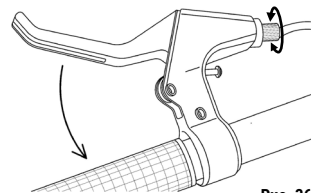

Рис. 36
4. Нажимая тормозную ручку, при необходимости, подкорректируйте регулировочным винтом расстояние между тормозными колодками и ободом колеса (рис. 36).